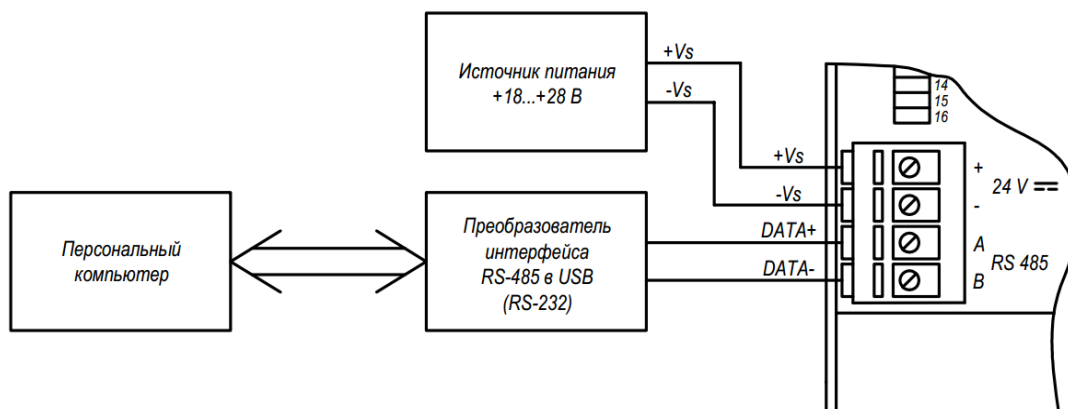

Рисунок 1.7 – Подключение модулей к порту ПК
1.4.2.1 Для конфигурации модуля может быть использован офисный ПК стандартной комплектации, имеющий порт RS-232 или USB. Модуль подключается с помощью преобразователя интерфейса RS-232 в RS-485 (USB в RS-485) (рисунок 1.7).